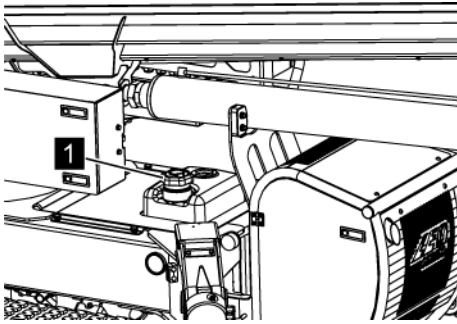

Abb. 163: Tankdeckel
4. Tankdeckel (Abb. 163/1) gegen den Uhrzeigersinn lösen und sauber aufbewahren.
6. Tankdeckel (Abb. 163/1) wieder aufschrauben.